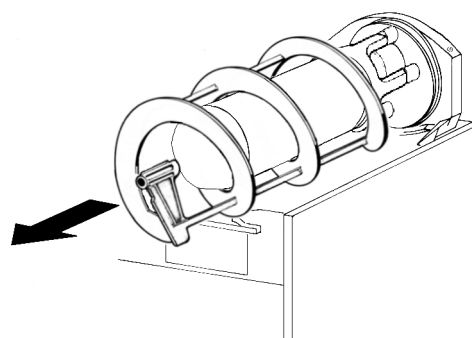
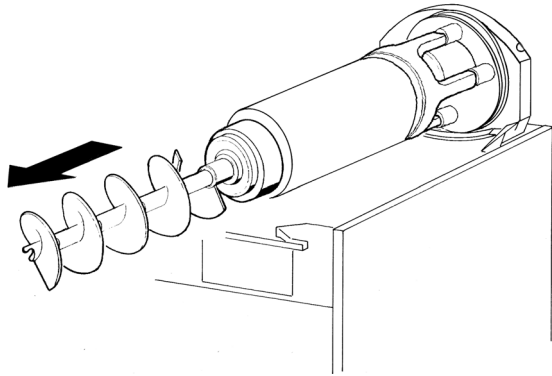

figura 9
figura 10
- 3 Desenfiar del evaporador el rascador exterior (ver figura 9) y después el rascador interior (ver figura 10).